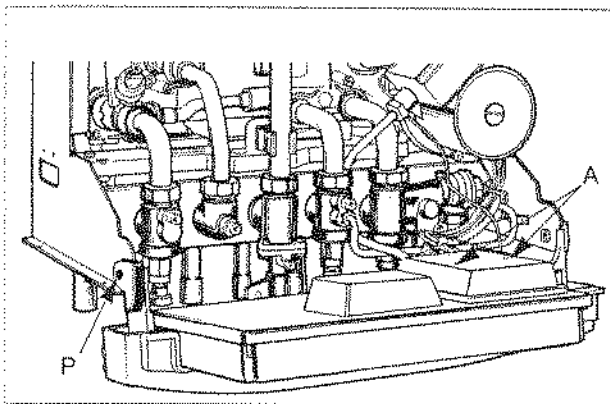

Fig. 11
- Dévisser les deux vis «A» (fig.11) de fixation du capot de protection, ôter le capot.
- abaisser le boîtier (voir fig. 11, page 13).